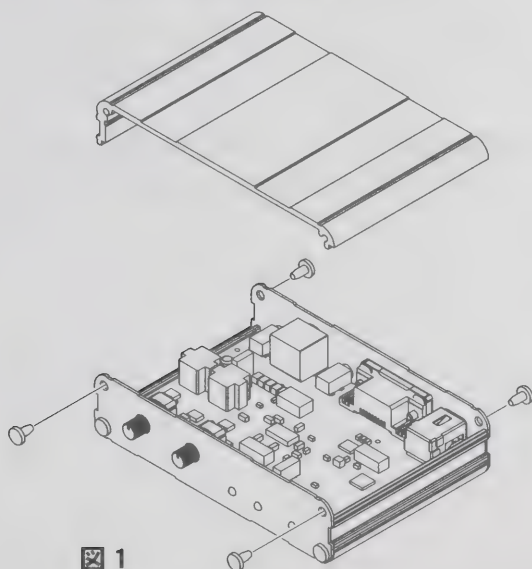

図 1
2. 図 1 を参考に、4 本のネジを外して上ケースを外します。